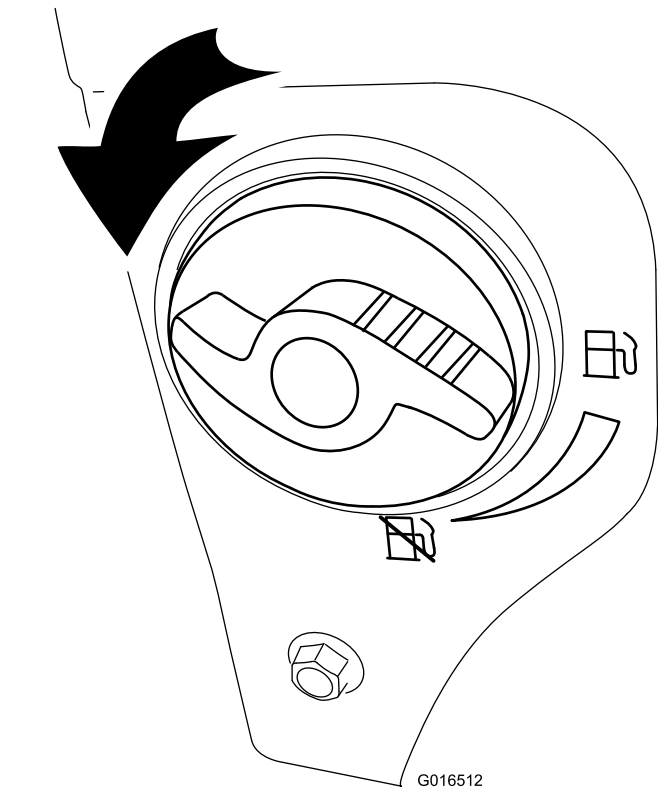

Figure 26
- 2. Ouvrez le robinet de carburant en le tournant de 1/4 de tour dans le sens anti-horaire (Figure 26).